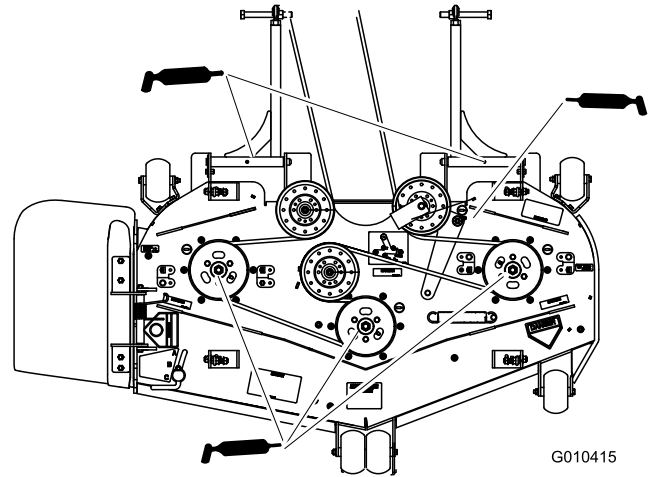

Figure 34
4. Lubrifiez les graisseurs des roulements des 3 axes (Figure 34).
5. Graissez le bras de tension sur le tablier de coupe (Figure 34).
6. Lubrifiez les graisseurs des bras de poussée (Figure 34).